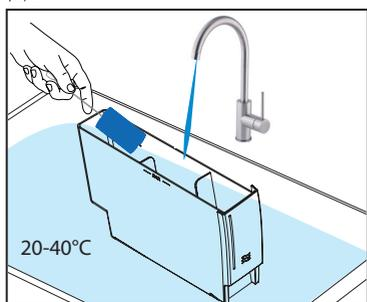

图 2
2. 用 20-40 °C 的干净水清洗水箱。必要时可使用食品级清洁剂。（见图 2）